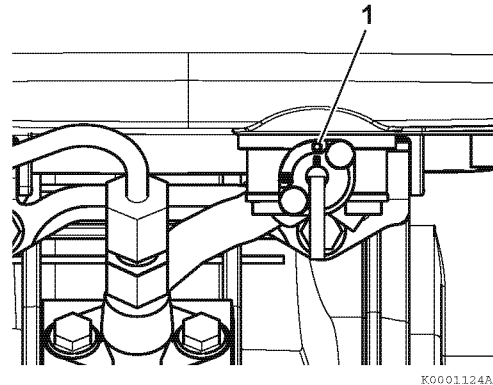

Abbildung 11
2. Der Kraftstoffhahn (1, **Abbildung 11**) muss auf ON gestellt sein.